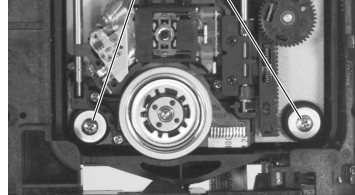

Fig. 12
- 4 Schrauben **Ⓒ** (Fig. 12) herausdrehen.
- Rastnasen **Ⓓ** (Fig. 12) lösen und Laufwerk herausnehmen.
- 2 Schrauben **Ⓔ** (Fig. 12) herausdrehen und Sledge-Motor nach unten herausnehmen.
- Undo the 4 screws **Ⓒ** (Fig. 12).
- Undo the locking lugs **Ⓓ** (Fig. 12) then remove the drive mechanism.
- Undo the 2 screws **Ⓔ** (Fig. 12) then remove the sledge motor in downward direction.